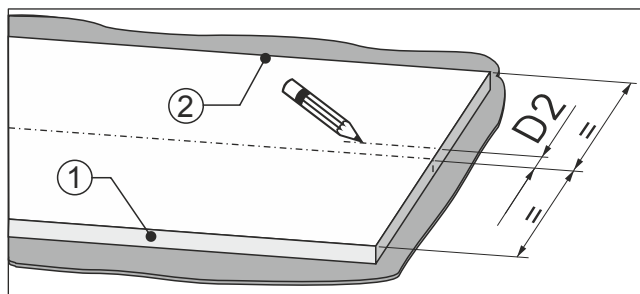

Fig. 91
- ▶ Od sredine fronte pohištva izmerite mero Fig. 91 (D2) v smeri strani s tečaji vrat Fig. 91 (2).